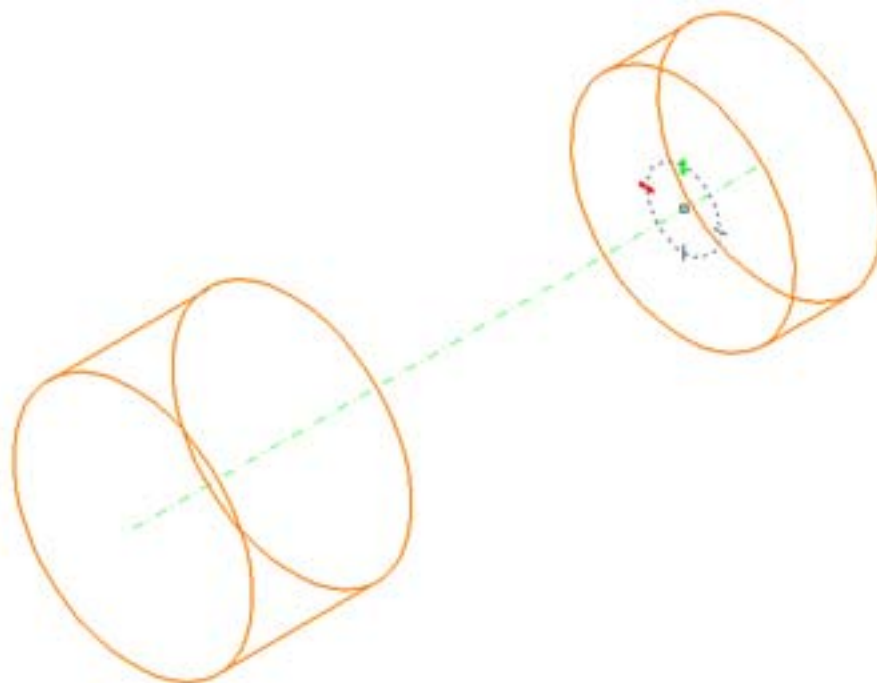

рис. 79
- Переводим мышку в центр компаса AccuDraw (так, чтобы координаты по всем осям были равными нулю). Подтверждаем (без привязки), что конец предыдущего цилиндра становится началом нового (рис. 79). Задаем расстояние (радиус) равное **33,5** миллиметрам. Затем в поле ввода данных указываем значение высоты цилиндра, равное **43**-м миллиметрам.